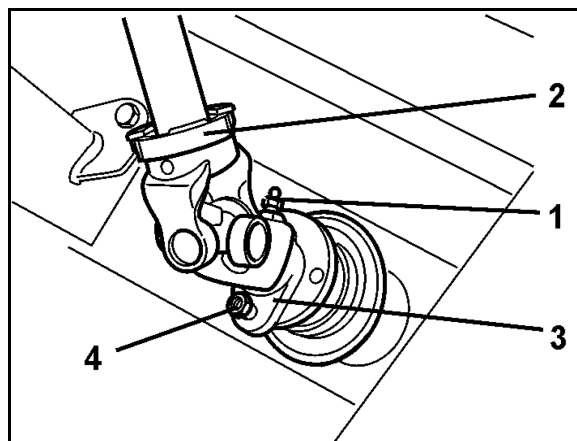

Fig. 96
1. Dévissez le graisseur (Fig. 96/1) logé dans la mâchoire d'accouplement (Fig. 96/2) de l'arbre à cardan.
2. Retirez la vis de cisaillement (Fig. 96/4) logée entre le flasque de la mâchoire de l'arbre à cardan (Fig. 96/3) et le flasque de l'arbre d'entrée du boîtier.